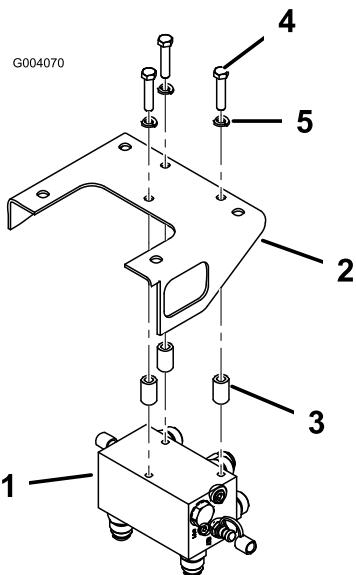

Figure 5
- Montez le collecteur sur la face inférieure du support au moyen de 3 boulons (3/8 x 1-3/4 po), rondelles-freins (3/8 po) et entretoises. Insérez des entretoises entre le support du collecteur et le sommet du collecteur. Le collecteur doit être positionné de sorte que les raccords soient orientés vers l'arrière et le bas (Figure 5).